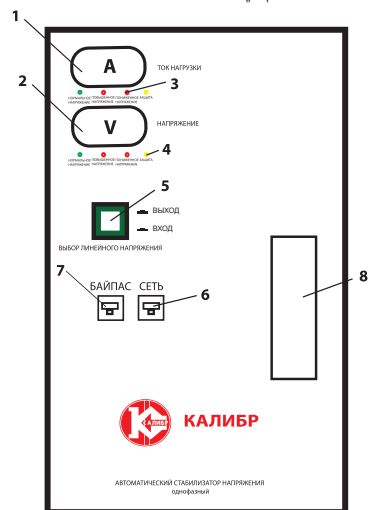

рис.2
3.2 Общий вид передней панели стабилизатора модели АСН - 15000/1 ЦДм и АСН - 20000/1 ЦДм схематично представлен на рис.2